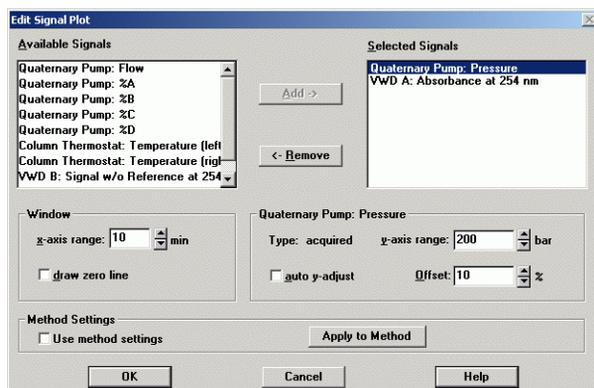

Figura 3 El cuadro de diálogo de edición del gráfico en línea
- 2 Pulse **Change** en la ventana del gráfico en línea, **Online Plot**, para mostrar el cuadro de diálogo de edición de la misma, **Edit Signal Plot** (consulte la Figura 3):